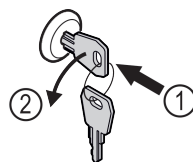

Fig. 161
- Zatlačte kľúč. Fig. 161 (1)
- Otočte kľúč o 90° v protismere hodinových ručičiek. Fig. 161 (2)